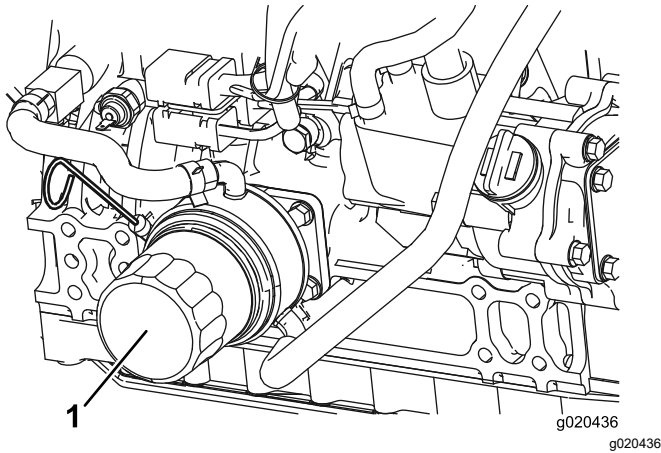

Figura 29
3. Retire el filtro usado (Figura 29) y limpie con un paño la superficie de la junta de la cabeza del filtro.